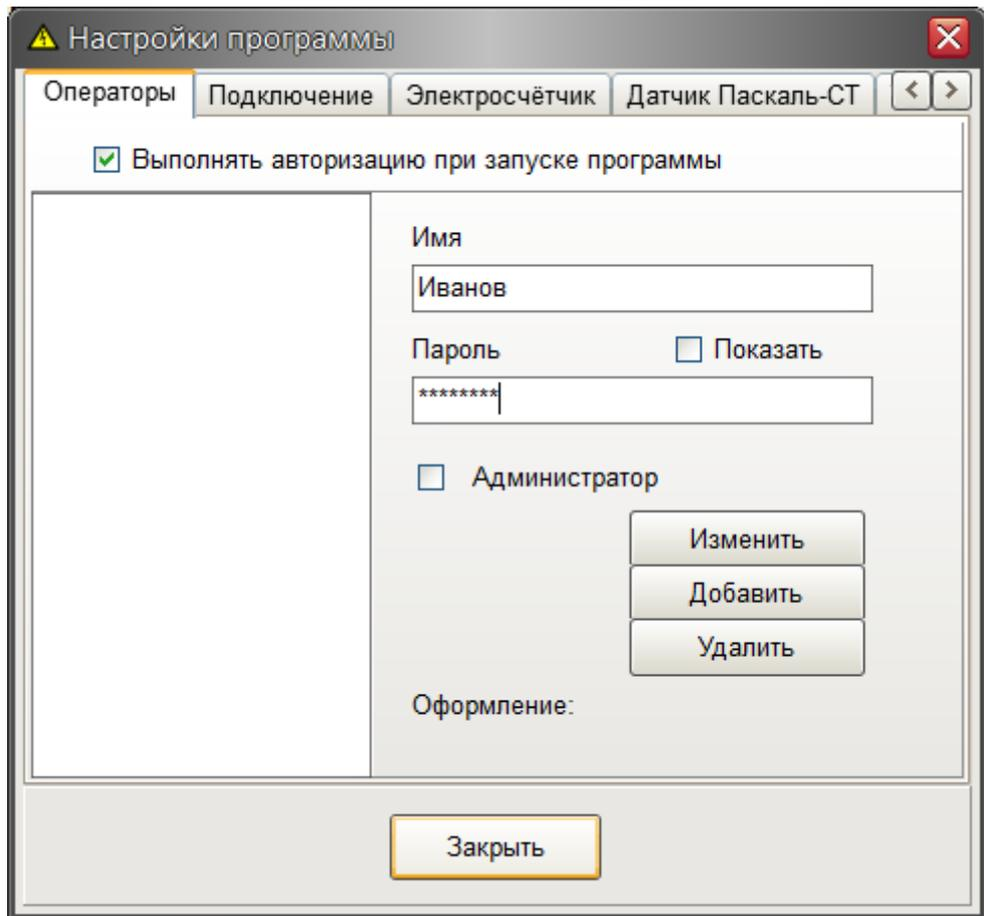

Рисунок 7 – Ввод имени операторов системы
7. В программе «Esafety» выбрать меню **Настройки / Настройки программы**, откроется окно «Настройки программы» (рисунок 7). На вкладке «Операторы» ввести имена, пароль и права доступа всех сотрудников, работающих со стендом. Как правило, операторы стенда не имеют прав администратора в целях предотвращения изменений параметров тестов.